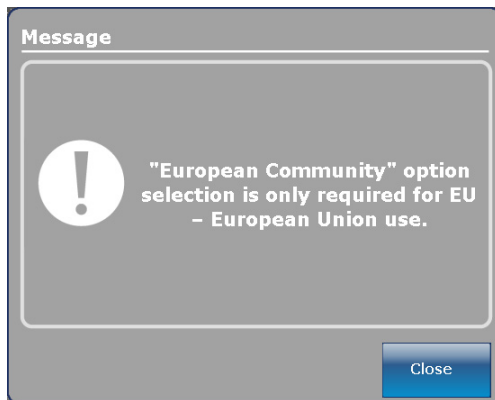

Abbildung 30a: Nachricht zur Europäischen Gemeinschaft
1. Die Taste „HOB 30“ (30-Grad-Position Kopfteil) und die Taste „BRAKE“ (Bremsen) gleichzeitig 5 Sekunden drücken, dann beide Tasten loslassen. Der in Abbildung 30a dargestellte Nachrichtenscreen wird angezeigt. Die Taste „Close“ (Schließen) drücken.